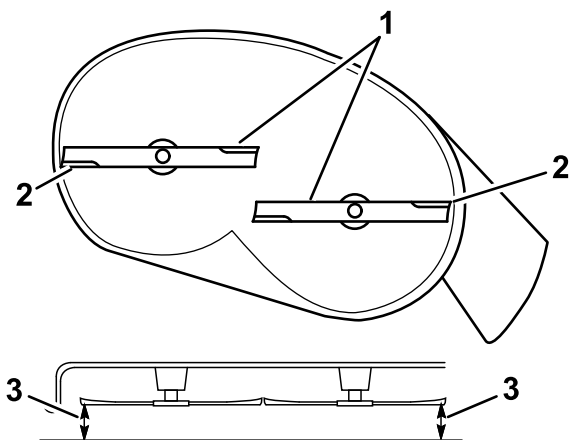

Figure 65
5. Mesurez la distance entre les tranchants extérieurs et le sol plat (Figure 65).